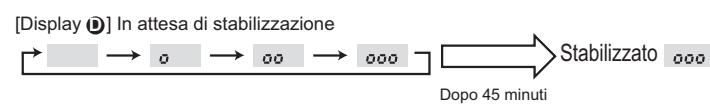

Fig. 8-3
- ③ Premere il tasto **FILTER** (tasto ↵) per confermare l'impostazione. (Fig. 8-3)